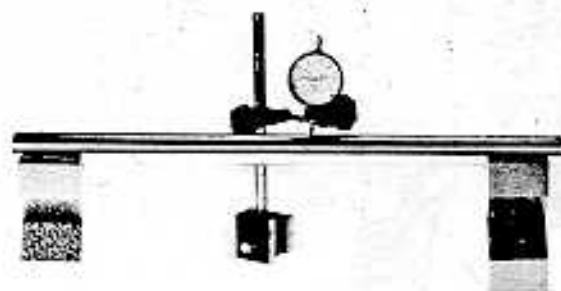

Fig. 204
- Fare ruotare ciascun stelo con le estremità pogiate su due blocchi a V; controllare l'errore di rettilineità al centro di ogni stelo utilizzando un comparatore centesimale. Massimo errore ammesso: 0,1 mm (Fig. 204).
- Check each stanchion for truth by rotating it with the ends supported by two vee-blocks. Max. permissible bow is 0.10 mm (Fig. 204). Measure this by means of a dial gauge.